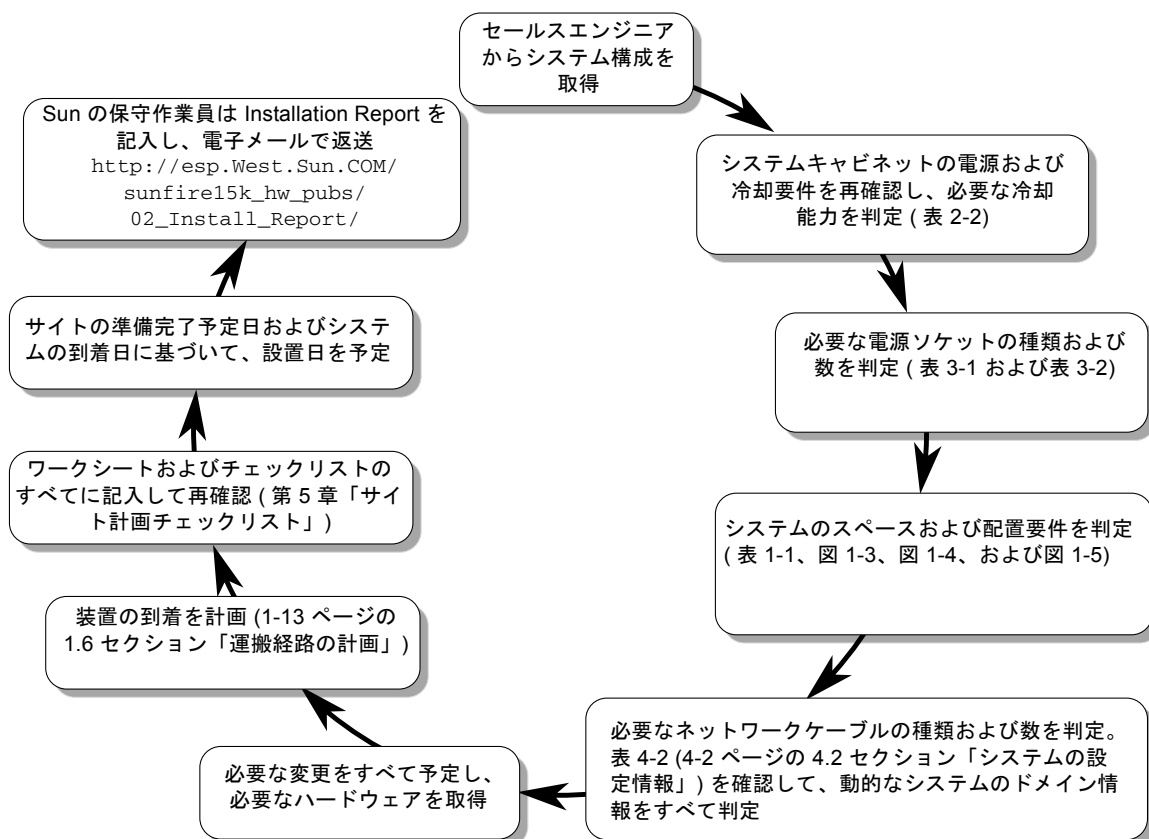

図 1-1 サイト準備手順
- 図 1-1 サイト準備手順 1-1
この章では、Sun Fire E25K/E20K システムの物理要件について説明します。システムを設置する前に、図 1-1 のサイト準備手順の流れ図を検討して、必要な要件の評価を開始します。